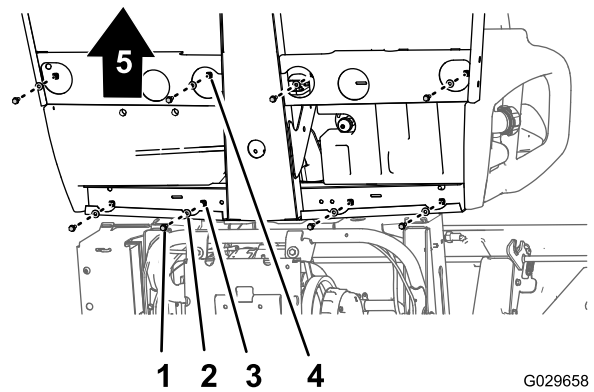
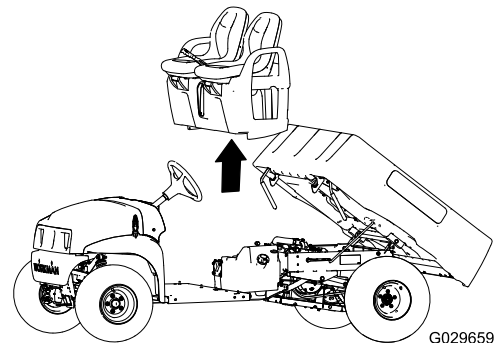

Рисунок 45
Рисунок 46
- В нижней части автомобиля удалите 8 болтов с фланцевыми головками и 8 шайб, которые крепят основание сиденья к панели пола и заднему швеллеру кабины (Рисунок 45).
- Осторожно поднимите сиденья, основание сиденья и тросы стояночного тормоза с автомобиля (Рисунок 45).
1. Поднимите сиденья и основание сиденья для установки на автомобиль и совместите тормозные тросы с ходовой частью (Рисунок 45 и Рисунок 46).
2. Совместите отверстия в основании сиденья с отверстиями в панели пола и заднем швеллере кабины (Рисунок 45 и Рисунок 46).